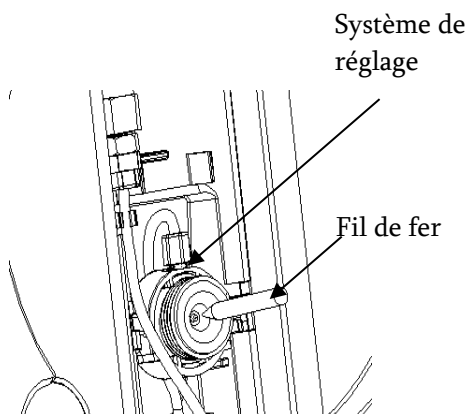

Figure 31
1. Tout d'abord, retirer la rondelle d'étanchéité avec un fil de fer (voir figure 31), et enlever la cartouche vide. Faire attention de ne pas endommager d'autres éléments du système de réglage.